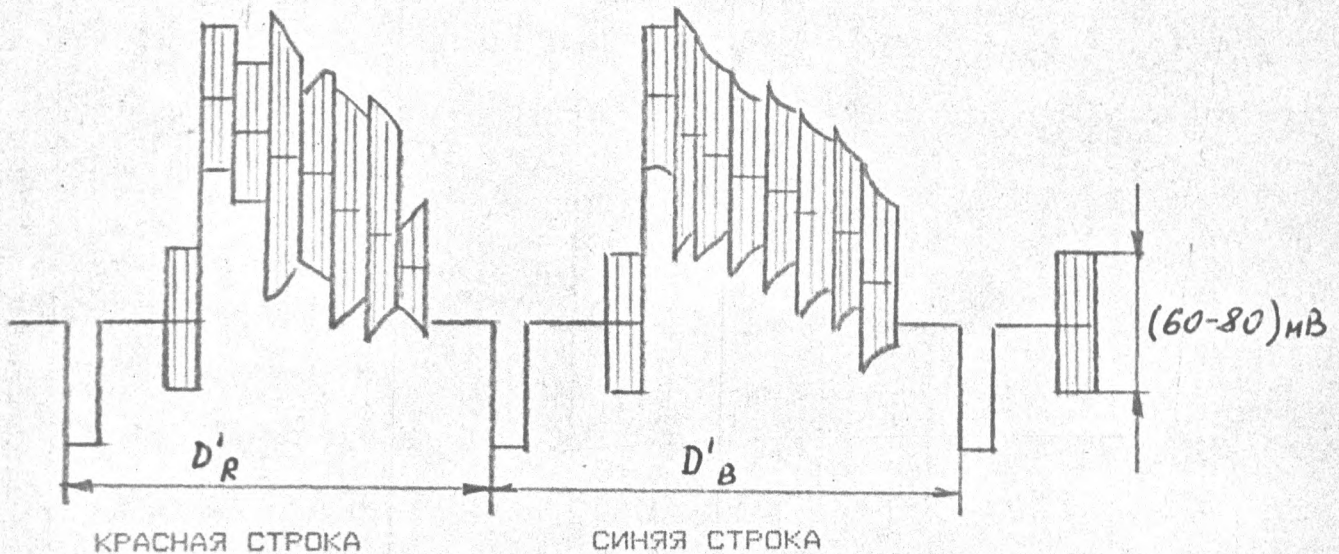

РИС. 7.18
7.6.18.3. ПОДКЛЮЧИТЕ К КОНТАКТУ =A4-XS1:19 ОТНОСИТЕЛЬНО =A4-XS1:17 РЕЗИСТОР СОПРОТИВЛЕНИЕМ  $(75 \pm 1,5) \text{ Ом}$  И, ПОДКЛЮЧИВ ОСЦИЛЛОГРАФ С1-81 К КОНТАКТУ =A3-XP5:1, РЕЗИСТОРОМ A3-R86 УСТАНОВИТЕ РАЗМАХ СИГНАЛА ВСПЫШКИ  $(160 \pm 0 - 80) \text{ мВ}$  (РИС.7.18).